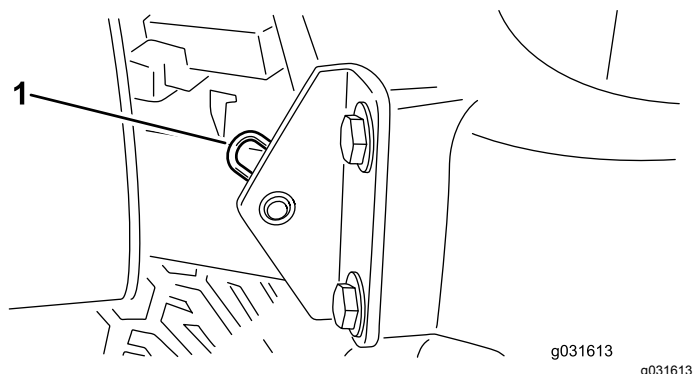

Bild 29
2. Entfernen Sie den Splint, mit dem das Gelenk der Motorhaube an den Befestigungshalterungen befestigt ist (Bild 29).